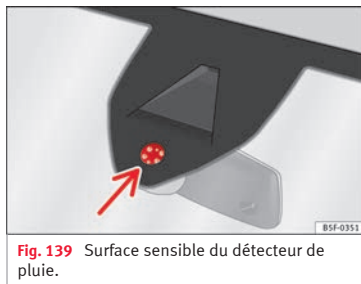

Fig. 139 Surface sensible du détecteur de pluie.
Les causes possibles d'anomalies et d'interprétations erronées dans la zone de la surface sensible » fig. 139 du détecteur de pluie peuvent être :
- Nettoyez régulièrement la surface sensible du détecteur de pluie et recherchez d'éventuels dommages sur les balais » fig. 139 (flèche).